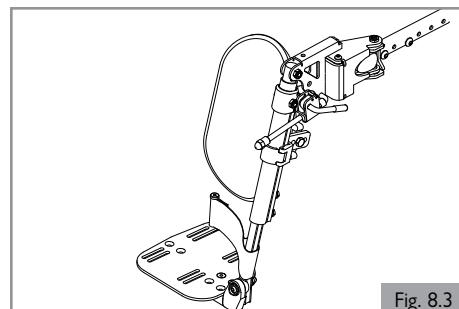

Fig. 8.3
1. Depuis le côté, placez le pivot (D) dans le dessus du tube de châssis qui guide la suspension dans le bon alignement, avec la plaquette-arrêt (C) sur le tube avant du châssis.
8.3 Repose-jambes réglable (option) (Fig. 8.3)